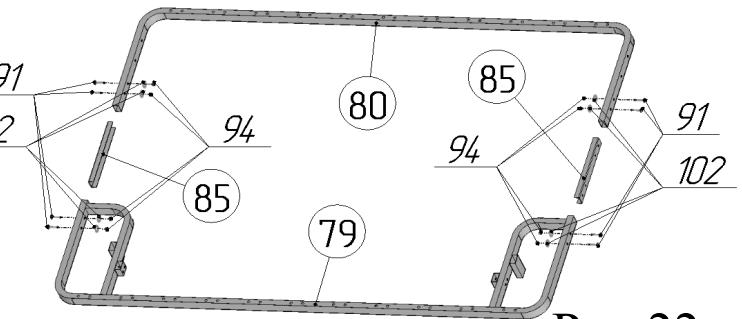

Рис.22
25. Соединить раму дивана переднюю поз.79 с рамой дивана задней поз.80 с помощью соединителей поз.85, винтов M6x30 поз. 91, шайб Ø6x18 стальных поз.102 и гаек M6 со стопорным кольцом поз. 94 (рис.22).